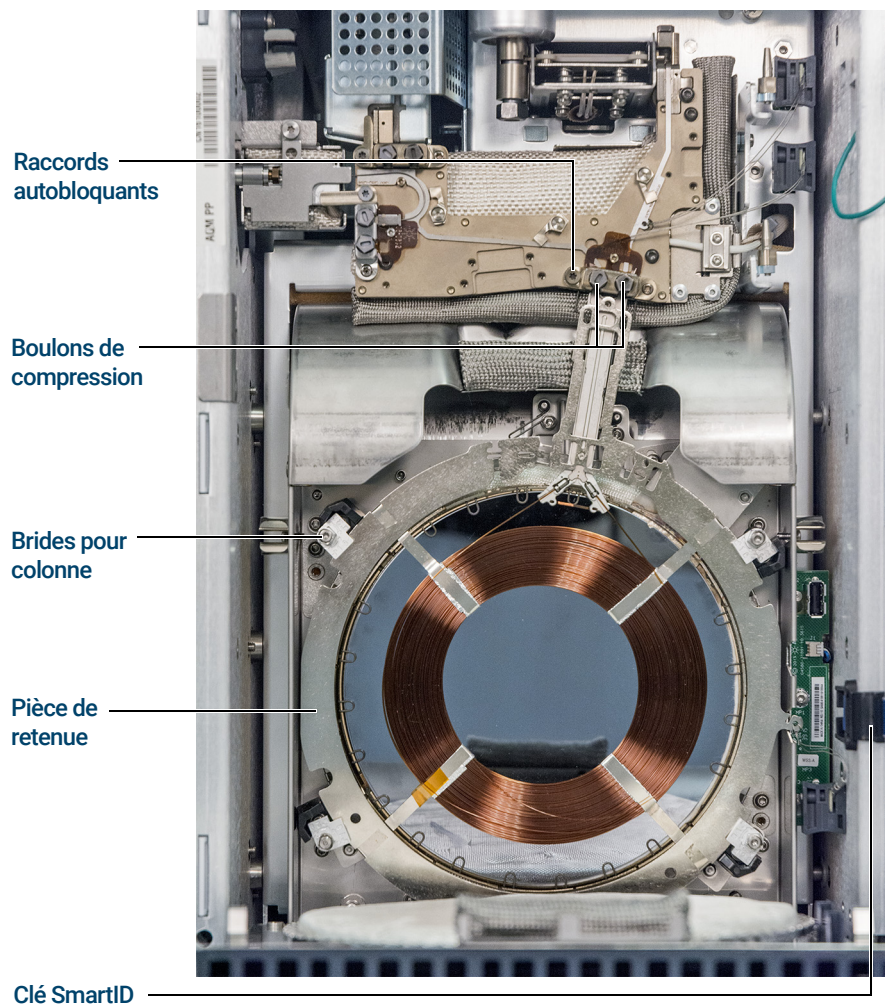

Figure 11. Colonne de GC 9000 et pièces associées
- 7 À l'aide du générateur de couple Intuvo, faire tourner les quatre brides pour colonne pour les retirer de la pièce de retenue. (Voir **Figure 11.**)